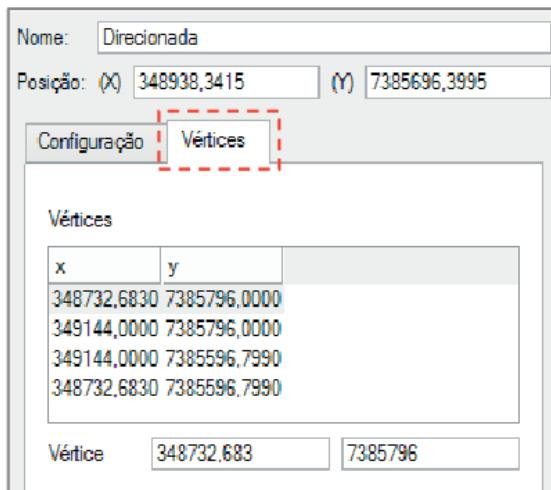

Figura 2.94 Aba Vértices do módulo Amostragem.
- **Vértices**: coordenadas dos vértices da área de amostragem (Figura 2.94).